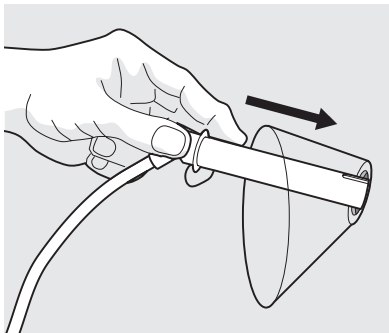

figura 6
10. Empuje el tubo de entrada de agua por el pequeño orificio en donde estaba la etiqueta de instalación (figura 6). Gire mientras inserta el tubo hasta que la superficie plana del tubo de entrada esté apretada firmemente contra la parte posterior del refrigerador.